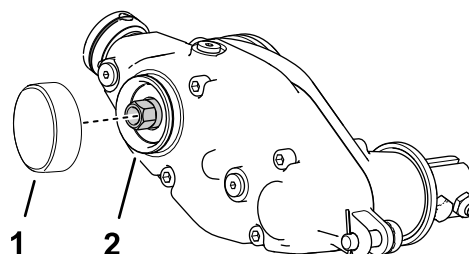

Рисунок 16
1. Нанесите герметик средней степени фиксации для цилиндрических поверхностей (такой как зеленый Loctite 609®) вокруг канавки стопорного кольца и на поверхность по наружному диаметру (Рисунок 16).
2. Установите крышку, как показано на Рисунок 16.